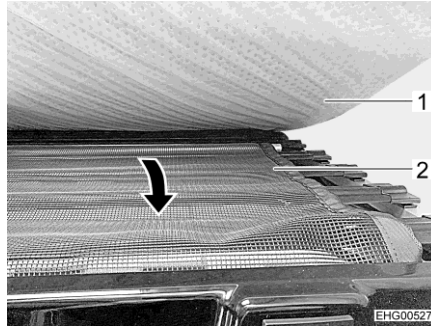

Bild 52 Sicherungsnetz
- Sicherungsnetz (Bild 52,2) unter der Matratze (Bild 52,1) herausziehen und über die Einstiegsöffnung spannen.